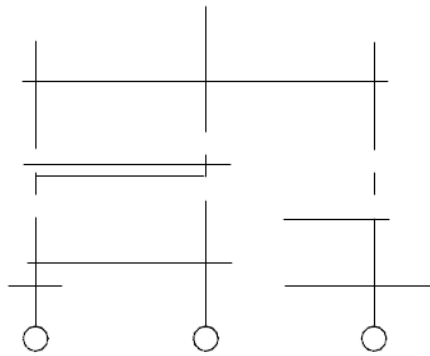

Рис. 2.29. Перший етап креслення розрізу будівлі
– проводять вертикальні координаційні осі основних несучих конструкцій стін і колон, перпендикулярно яким креслять горизонтальні лінії основних рівнів (поверхні землі, підлоги всіх поверхів і умовно верха горіщного перекриття і карниза), рисунок 2.29. Рівень чистої підлоги першого поверху приймається за нульовий (0,000) і на кресленнях позначається скорочено «р.ч.п.». Відмітка рівня землі на кресленнях позначається – р.з. За висоту поверху прийнято вважати відстань від підлоги одного поверху до підлоги іншого поверху. Для побудови розрізу використовують розміри, наявні на плані, наприклад, відстань між координаційними осями, товщину стін і перегородок тощо;